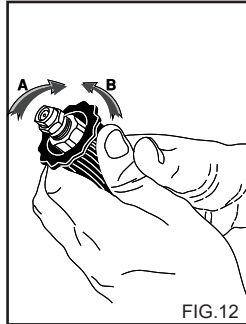

FIG.12
ANVENDELSE AF DET REGULERBARE HOVED (fig. 12)
2) Aktivér højtryksrenseren, åbn hanen til rengøringsmidlet (hvis en sådan findes), aktivér opsugningsfunktionen på strålerøret (fig. 12), og spred rengøringsmidlet på den overflade, der skal vaskes, ved at køre nedefra og opfejer. Lad det virke i et par minutter.